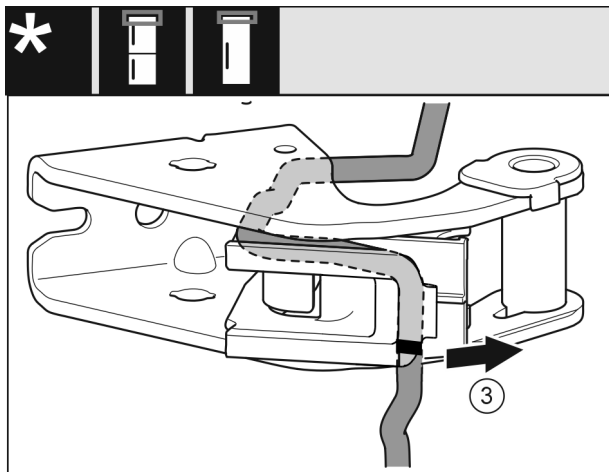

Fig. 15
- Smontare il cavo con il supporto dal blocco di supporto. Fig. 15 (3)